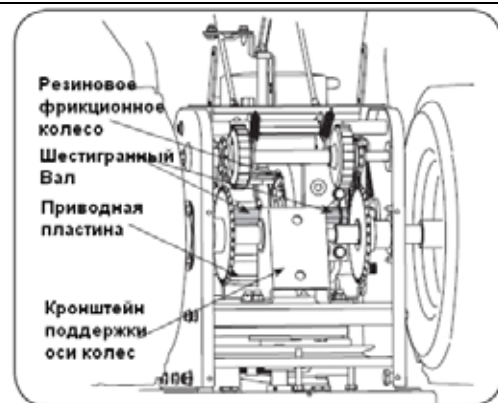

Рис. 28
2. Расположитесь между кронштейном поддержки оси и передней поддержки рамы (См. Рис. 28). Посмотрите в этот проем. При отпущенном рычаге управления приводом должен быть зазор между резиновым фрикционным колесом и приводной пластиной при всех положениях ручки переключения передач.